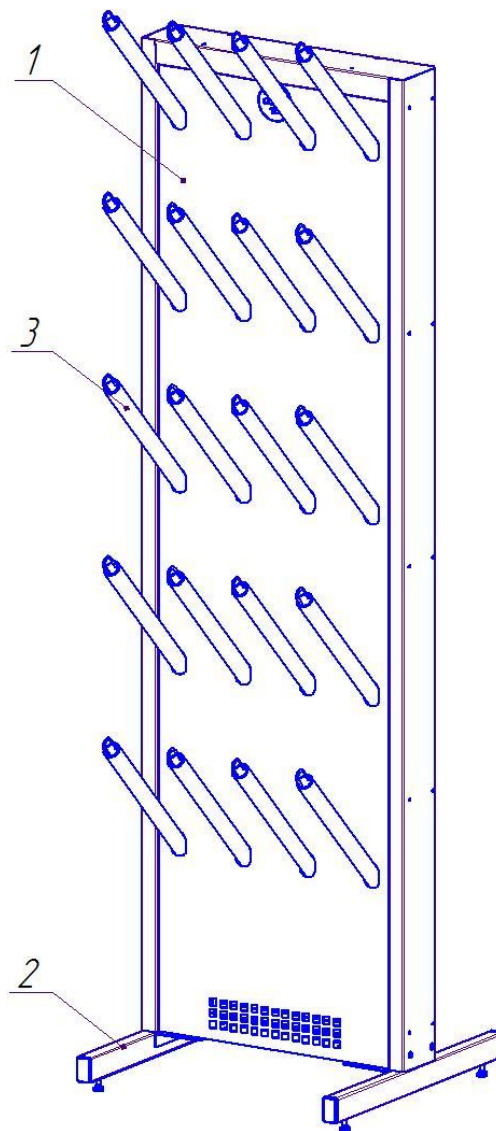

Рис. 1 Модуль сушильный для обуви Союз-10
- 3.1. Модуль сушильный (рис.1) состоит из металлического корпуса (поз.1), и двух опор (поз.2), используемых, в случае, если отсутствует крепление к стене.